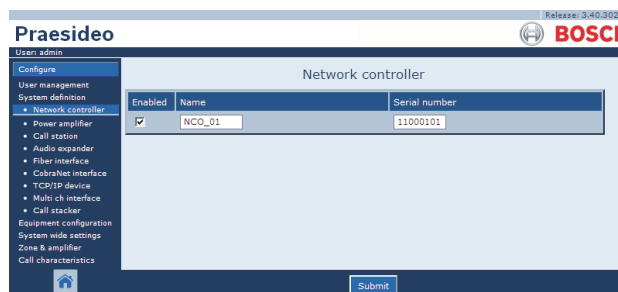

figure 43.3 : Inscription du contrôleur de réseau, étape 1
- 1 Allez à *Configure > System definition > Network controller*. Un écran semblable à celui de la figure 43.3 s'affiche dans le cadre principal de l'interface Web.